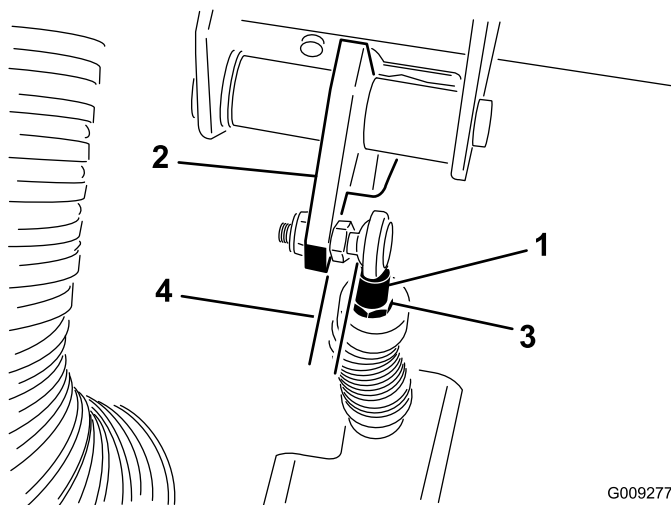

Figure 65
**Important:** La tige d'extrémité doit être d'équerre sur la rotule, sans vriller, et doit rester parallèle à la pédale d'embrayage quand l'écrou de blocage est serré (Figure 65).